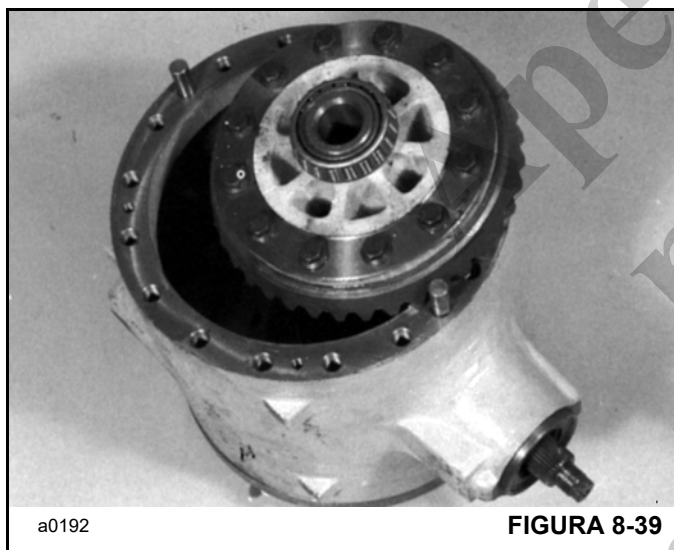

FIGURA 8-39
9. Se ambas as carcaças do pistão do freio tiverem sido removidas, instale uma na extremidade oposta à da coroa, Figura 8-39, usando o procedimento da Etapa 10. Em seguida, instale o conjunto da coroa/diferencial na cabeça de acionamento.